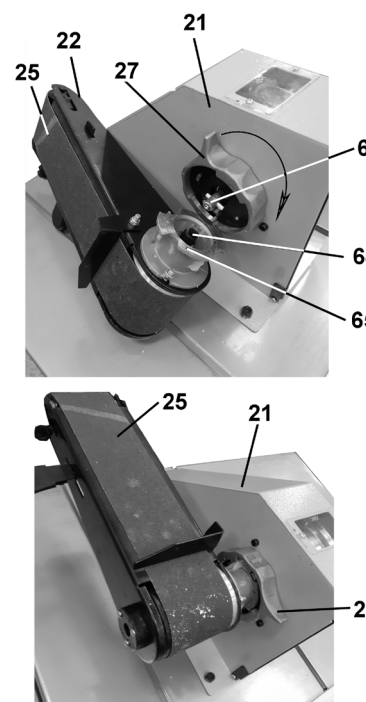

Рис. 11
10.6. Установите и закрепите резьбовыми соединениями держатель подручника (31), подручник (32) и заднюю бабку (35). На шпиндель (44) накрутите центр передней бабки (58).
11. УСТАНОВКА ЛЕНТОЧНО-ШЛИФОВАЛЬНОГО УЗЛА, Рис. 11, 12
11.2. Кольцо быстроразъемного соединения (27) переведите в крайнее правое положение, Рис.11, верхнее. Продвигая шлифовальную ленту (25), совместите паз втулочной муфты (64) с пальцем (63). Узел ленточно-шлифовальный (22), удерживая в горизонтальном положении, совмещая лепестки (65) с прорезями кольца (27) и паз втулочной муфты (64) с пальцем (63) введите в зацепление. Удерживая ленточно-шлифовальный узел (22) поверните кольцо (27) влево до крайнего положения (по стрелке, рис.11, нижний).